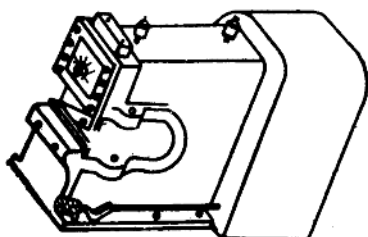

图 1.1-2 横入式斜口剪床
(2) 横入式斜口剪床 如图1.1-2所示，主要也用于剪切直线。它在剪切时，被剪材料可以由剪口横入，剪切能分段进行，故剪切长度不受限制。和龙门式斜口剪床比较，它的剪切斜角 ϕ 较大，剪切变形大，操作麻烦。一般情况下，用它剪切薄而宽的板料较好。